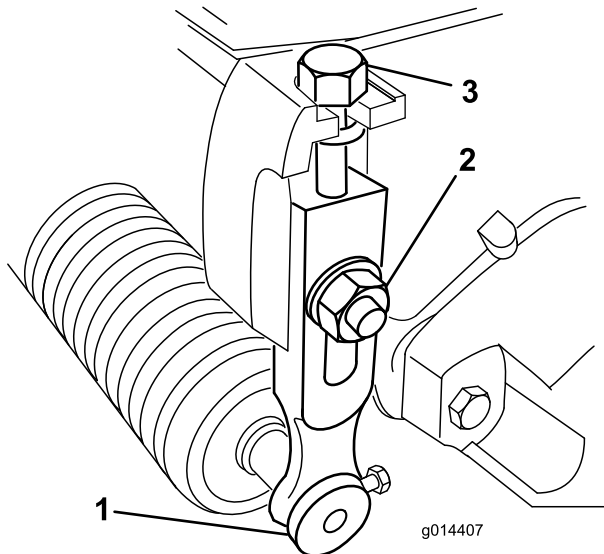

図 9
1. 刈り高アームをカッティングユニットのサイドプレートに固定しているロックナットをゆるめる (図 9)。